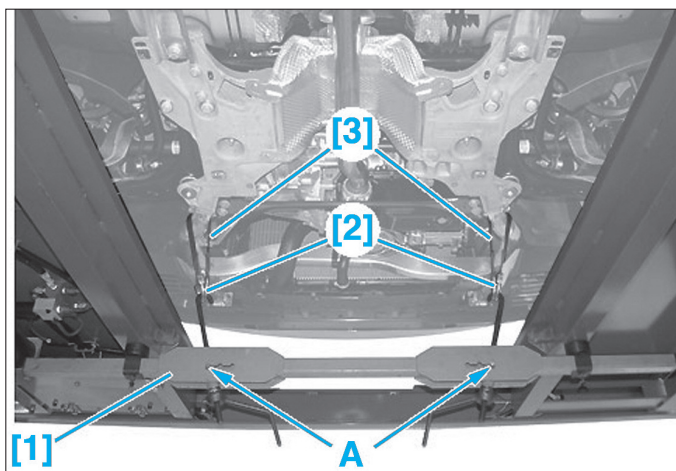

Fig. 2
- Engager les sangles [3] équipées de leurs manilles [2] sur les allonges de berceau (Fig.2).
- Choisir le centrage (A) le mieux adapté pour tirer sur les sangles le plus verticalement possible.